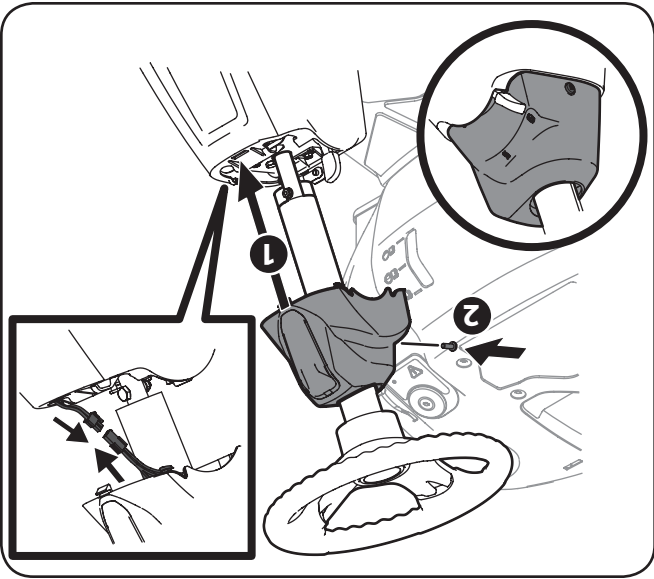

Figure 3-4
7. Glissez le couvercle vers le bas sur le tracteur, branchez le phare comme illustré sur la Figure 3-4 (1), puis tournez doucement le couvercle vers la droite pour le faire enclencher en place. Fixez le couvercle en place avec la vis retirée à l'étape précédente. Voir Figure 3-4 (2).